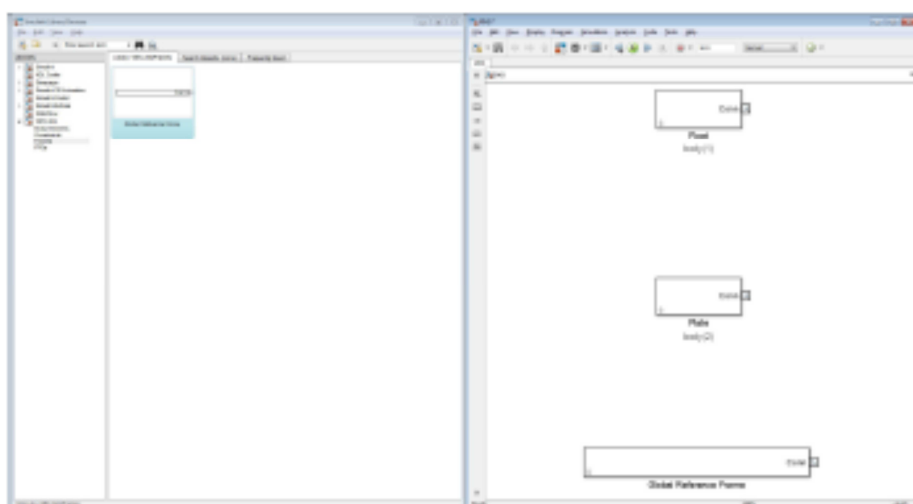

Figure 6.3: Adding the Global Reference Frame block to the RM3 WEC-Sim model
**ステップ 3:** 図 6.3 のように、Simulink モデルファイルの WEC-Sim ライブラリから Global Reference Frame ブロックを配置する。ジョイントや拘束によって他の全ての物体が基礎にリンクされる。